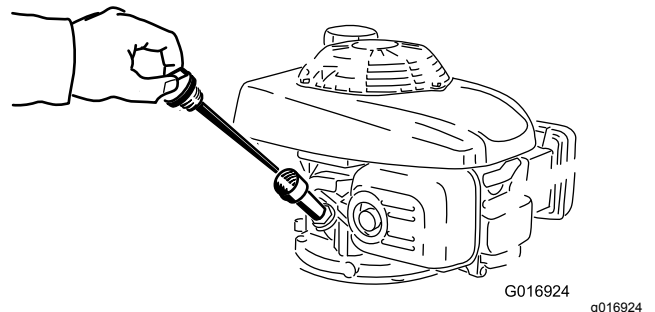

Рисунок 21
5. Извлеките масломерный щуп (Рисунок 21).